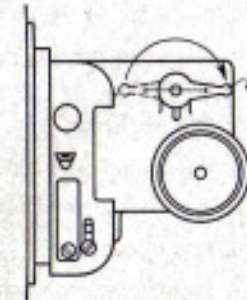

Bild 26
2. Hebel g (Bild 26) zum Öffnen des Filmkanals in Projektionsrichtung umlegen.